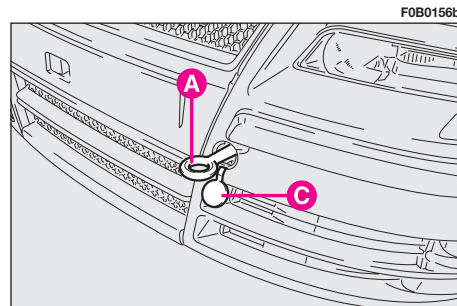
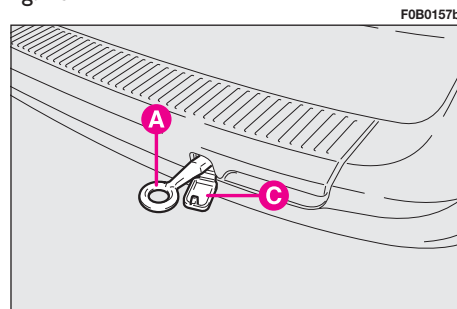

fig. 43
fig. 44
- rimuovere il coperchio **C** inserito a pressione sul paraurti anteriore **fig. 43** o posteriore **fig. 44**;